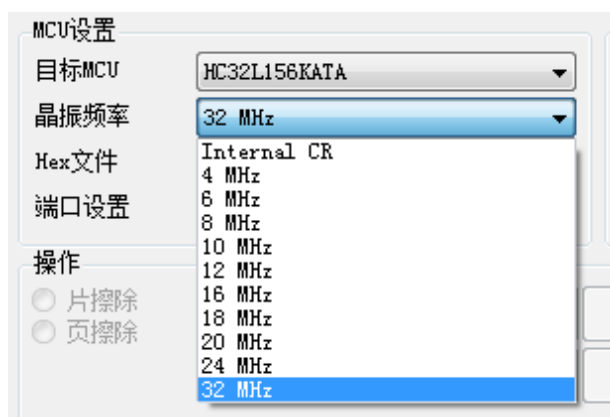

图 13 晶振频率
- 2) **晶振频率:** 晶振频率列举几个典型的晶振频率，本软件只适应以下几种晶振频率，如图 13。